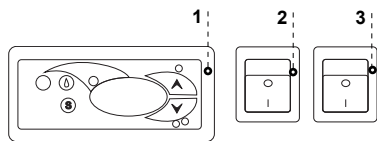
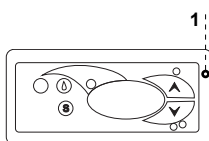

Рис.7 Пульт управления в витрине «Wiktoria»
Рис.8 Пульт управления в «Wiktoria 2»
- Включить кнопку главного выключателя Рис.7/2 (стр.31), или Рис.8/2 (стр.31), что вызовет подключение регулятора температуры, а затем агрегата оборудования
- На пульте регулятора температуры Рис.7/1(стр.31) или Рис.8/1 (стр.31) установить температуру (подробности обслуживания термостата на стр.35 или 36)
- Включить кнопку освещения Рис.7/3 (стр.31) или Рис.8/3 (стр.31)